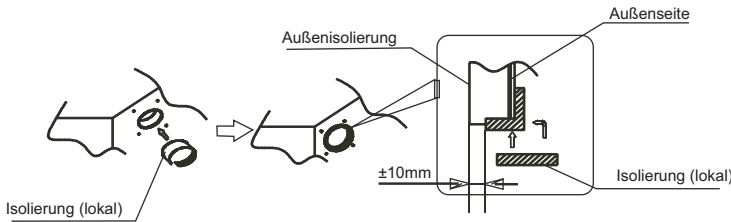

Abb. 5-5
- Befestigen Sie die Isolierung um das Loch im Gerät wie abgebildet. Die Verbindungsstelle zwischen dem Gerät und dem Kanal muss vollständig isoliert sein, damit keine Luft entweichen kann (Siehe Abb.5-5).